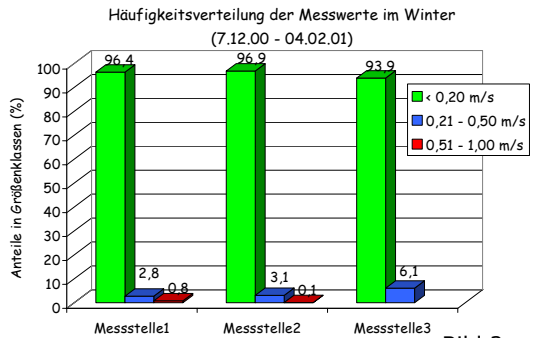

Bild 2
- Winter: kaum Luftgeschwindigkeiten über 0,2 m/s im Tierbereich (Bild 2)